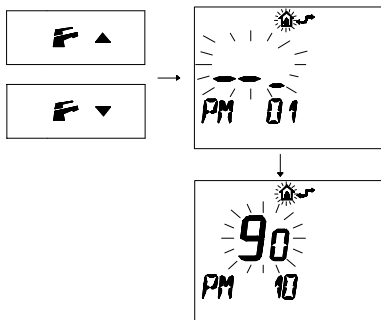

Figura 5.49
- Premere i pulsanti   o   per visualizzare la programmazione "PM10" selezione della frequenza di riaccensione (Figura 5.49).
Nella Figura 5.49 si visualizza un SET programmato di **90** corrispondente ad un tempo di riaccensione di 3 minuti circa. Il campo di regolazioni è da 0 a 8 minuti e mezzo. Ogni passo incrementato o decrementato corrisponde a 2 secondi.